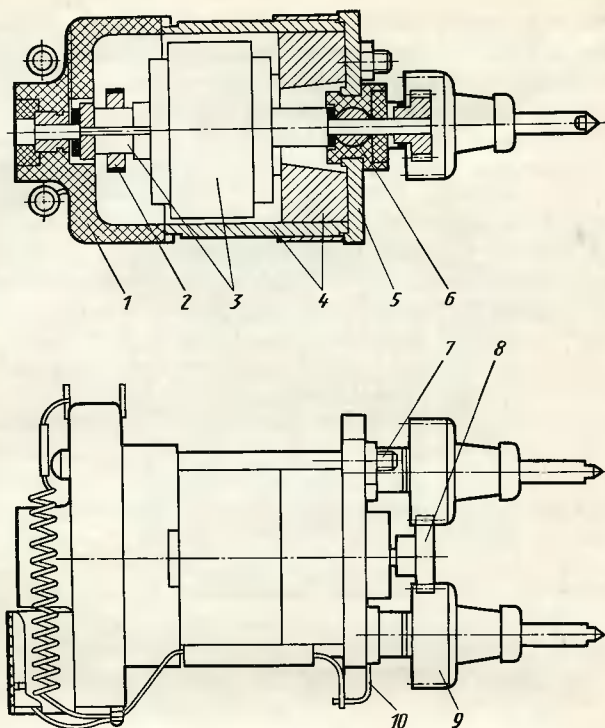

Рис. 39. Электродвигатель бритвы «Таир»:
Статор 4 (рис. 39) электродвигателя состоит из круглого магнита и двухполюсных наконечников, скрепленных кольцом. Он закреплен двумя шпильками 7 и двумя гайками.
**Разборка.** Снять ножевой блок 5 (см. рис. 38, а), отвернуть два винта на корпусе 4 со стороны ножевого блока и снять корпус. Снять две части разъемного корпуса 1. Снять зубчатые колеса 9 (см. рис. 39) с пружинами 6 (см. рис. 38) и шайбами 7 на поводках. Снять трибку 8 (см. рис. 39). Отвернуть две гайки